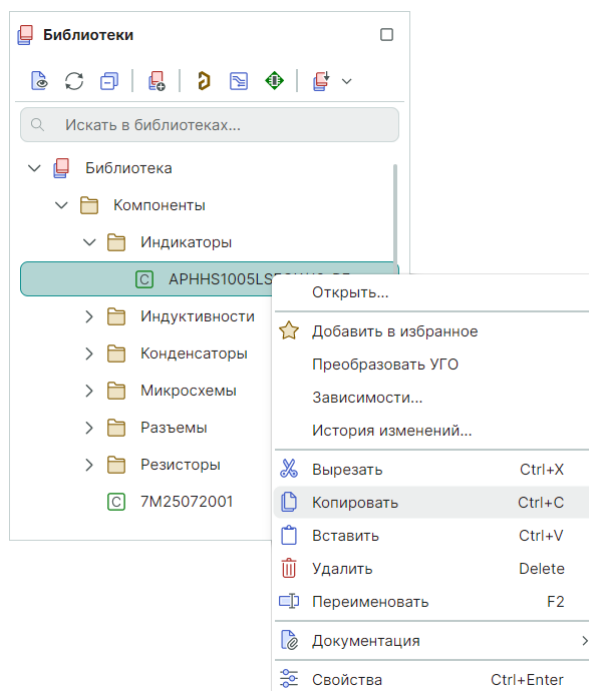

Рис. 332 Вызов функции копирования библиотечного объекта
- Вызов функции копирования осуществляется только из контекстного меню в иерархии библиотеки, см. Рис. 332.